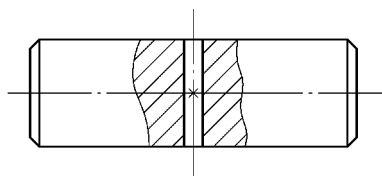
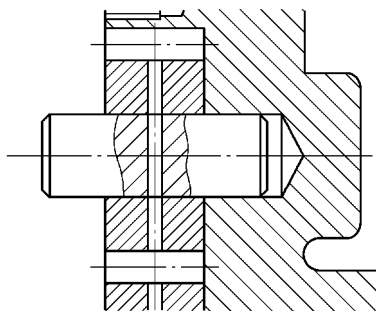

图 12-7 创建块“cdz”(从动轴)
图 12-8 插入从动轴
5) 创建块“cdz”(从动轴), 以水平与垂直轴线交点为基点, 如图 12-7 所示。插入块“cdz”至主视图中, 分解图块并修改主视图, 如图 12-8 所示。